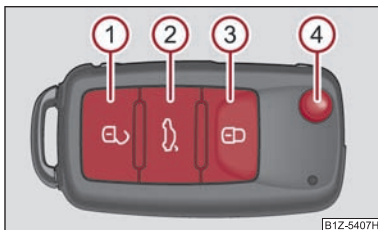

Fig. 30 Cheia cu telecomandă
- Apăsați tasta ① ⇒ fig. 30 cca. 1 sec.